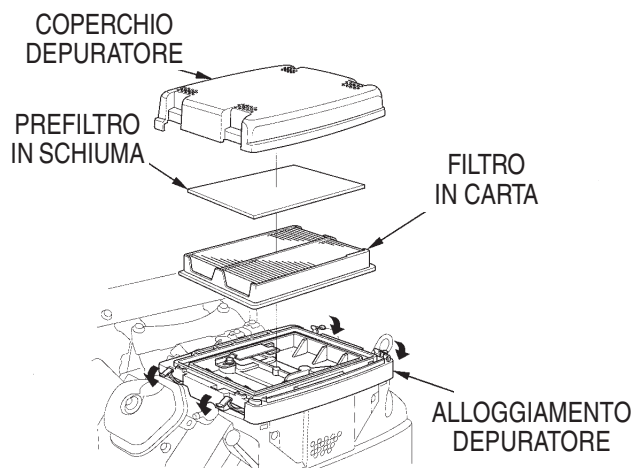

Figura 12. Componenti del depuratore
1. Sganciare le quattro linguette di chiusura (figura 12) dal coperchio del depuratore e togliere il coperchio.